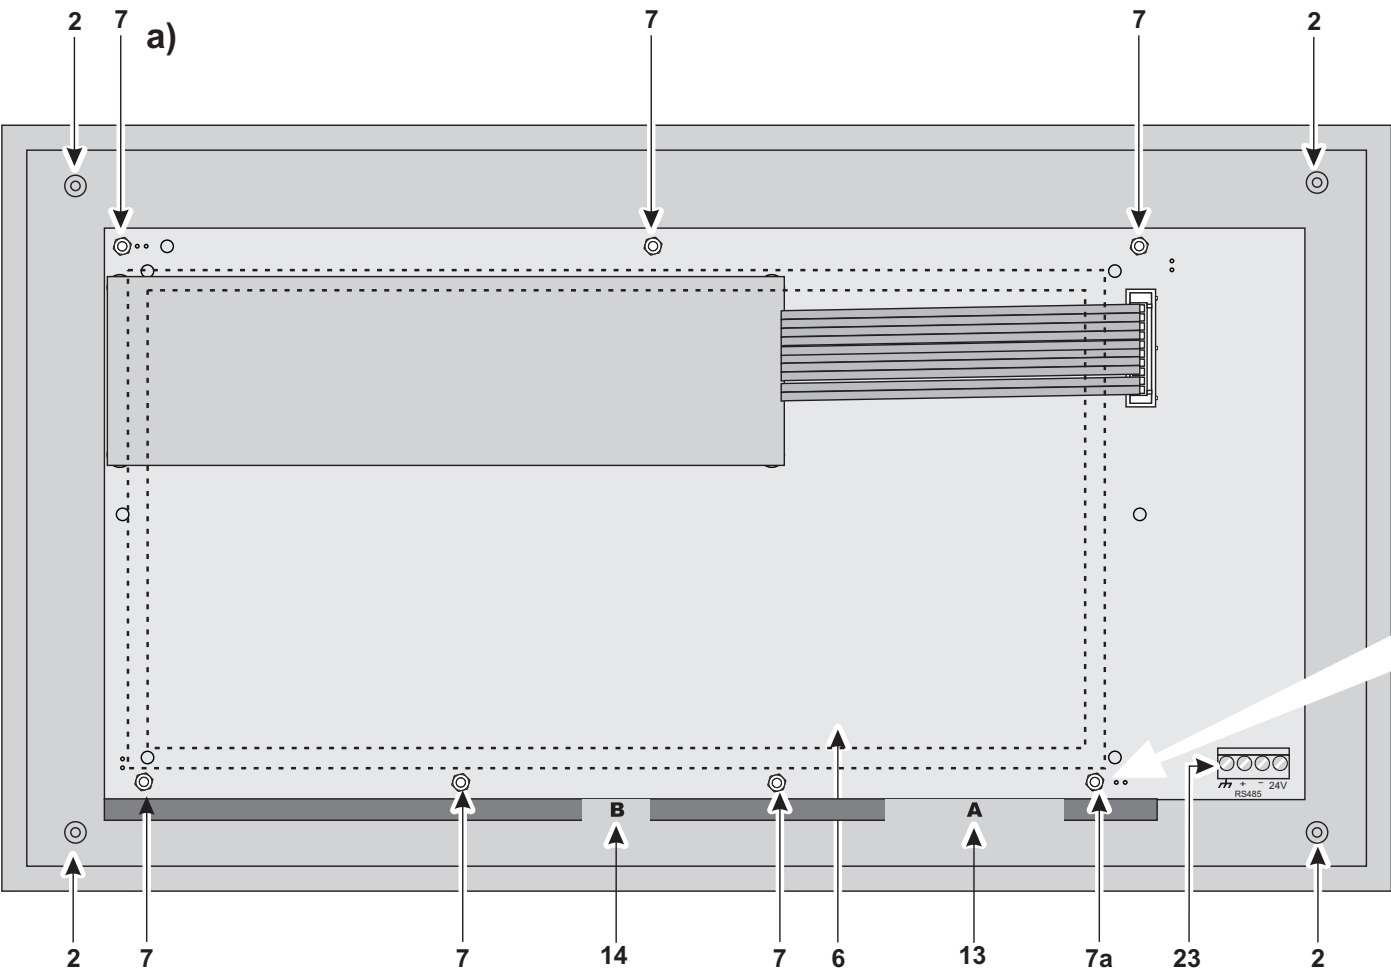

Figura 3 Configuración máxima del Repeater FC500REP a) fondo; b) panel (vista interna)
1) Abrir la central quitando los dos tornillos (nº2 Figura 1) o el repeater quitando los 4 tornillos (nº2 Figura 3).